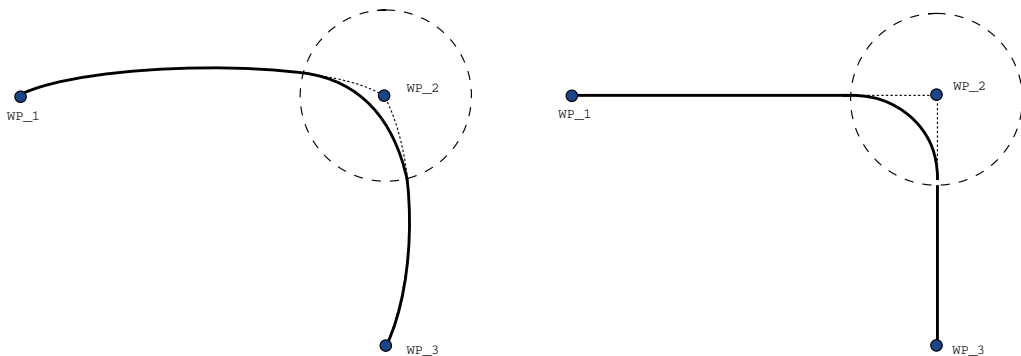

Abbildung 15.6: Bewegung und Blending im Gelenkraum (MoveJ) im Vgl. zum kartesischen Raum (MoveL)
- **Blending mit MoveJ** MoveJ-Blending verursacht eine gleichmäßige Kurve im Gelenkraum. Dies gilt für Blending aus MoveJ zu MoveJ, MoveJ zu MoveL und MoveL zu MoveJ. Das Blending produziert eine glattere und schnellere Flugbahn als die Bewegungen ohne Blending (siehe Abb. 15.6). Werden Geschwindigkeit und Beschleunigung für das Geschwindigkeitsprofil verwendet, bleibt das Blending innerhalb der Ausführung im Blending-Radius. Wird *Zeit* statt *Geschwindigkeit* und *Beschleunigung* zur Bestimmung des Geschwindigkeitsprofils beider Bewegungen verwendet, folgt der Bewegungsablauf dem Ablauf der ursprünglichen BewegungJ. Wenn beide Bewegungen zeitlich eingeschränkt sind, spart der Einsatz von Übergängen keine Zeit.